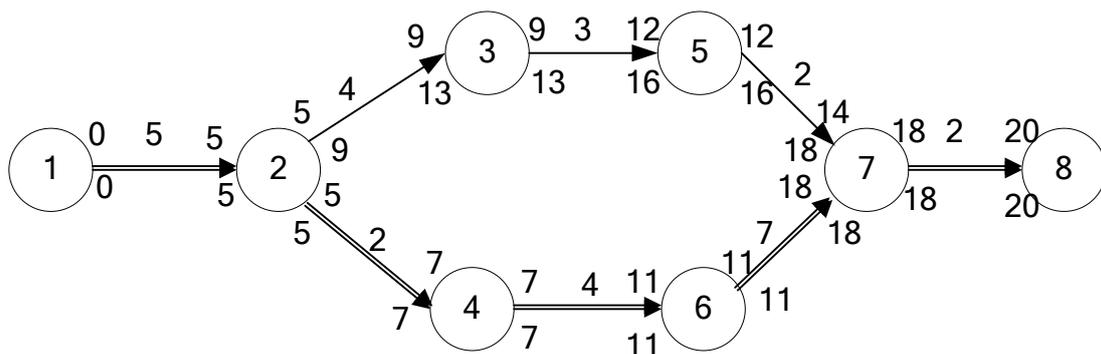
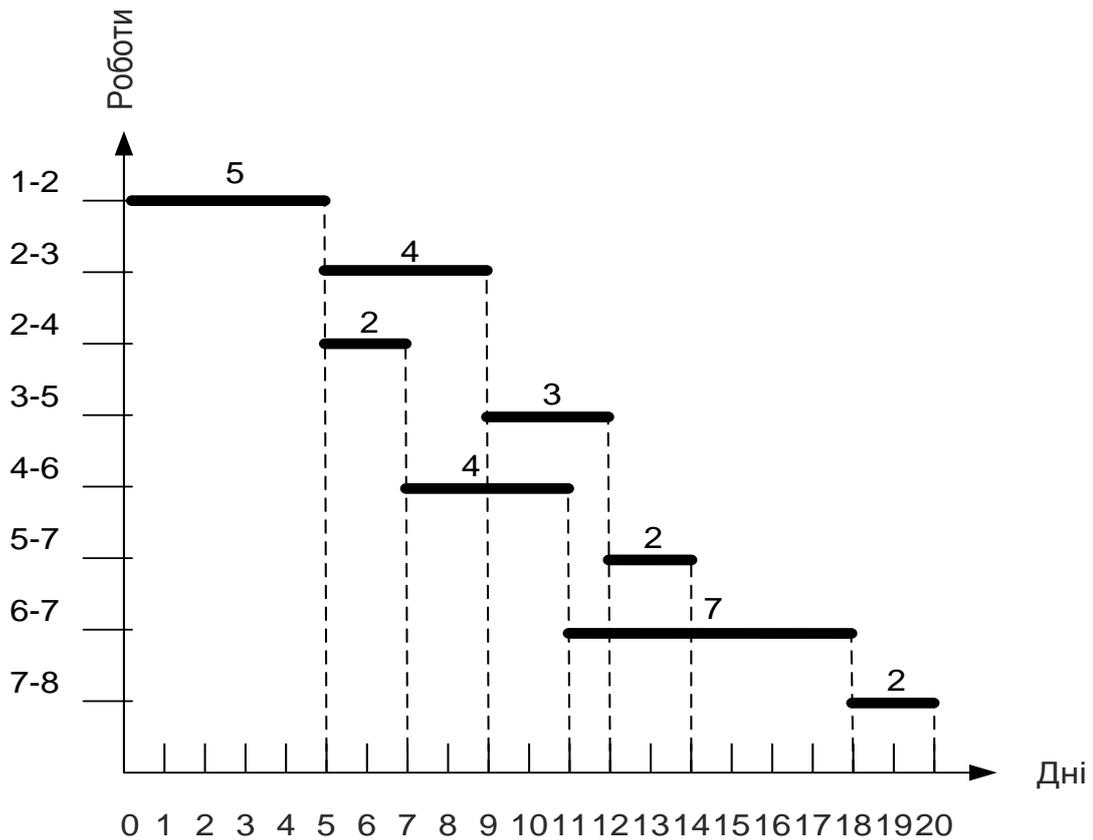

Рис. 1.30. Мережна модель
Рис. 1.32. Відображення робіт на діаграмі Гантта
Завдання 3. Використовуючи дані мережної моделі (рис. 1.30), побудувати діаграму Гантта для ранніх термінів початку і закінчення робіт. Зв'язки між роботами позначити стрілками. Критичний шлях позначити подвійною лінією.
2. Використовуючи дані мережного графіка про ранні терміни початку і закінчення робіт (рис. 1.30), розташованих над стрілками, відобразимо всі роботи, включені в мережний графік. Над відрізком, що відповідає роботі, вкажемо її тривалість (рис. 1.32).